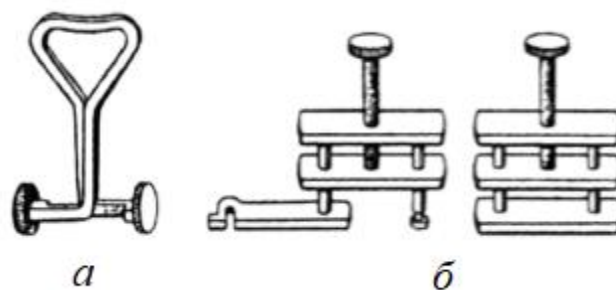

Рис. 31 – Зажимы:
*Зажимы* – приспособления для зажима трубок; в химических лабораториях чаще применяют пружинные зажимы Мора и винтовые Гофмана (рис. 31).